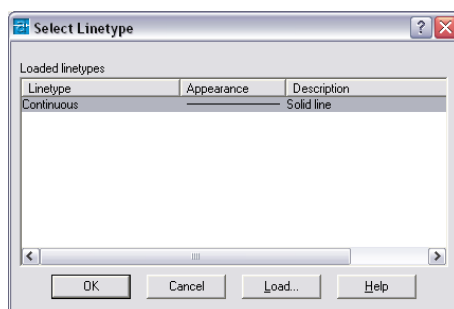

рис. 6
6. **Linetype.** Тип линии. Это параметр позволяет выбрать тип линии. Но по умолчанию, в чертеже AutoCAD предлагается только один тип линий – continuous (продолженная). Все остальные линии хранятся в отдельных файлах, и в программе есть специальная библиотека типов линий, которые для использования надо предварительно загрузить в чертеж. При нажатии на название типа линии появляется окно, изображенное на рис. 6. В нем перечислены все загруженные на этот момент типы линий. Чтобы добавить в список новые типы линий, нужно нажать на кнопку load (загрузить).
В этом окне следует выбрать нужную линию, нажать кнопку ОК, окно пропадет, и в окне на рис. 6 появится в списке новая строка. Теперь здесь нужный тип линии следует выбрать еще раз, и снова нажать кнопку ОК. Тип линии задан.